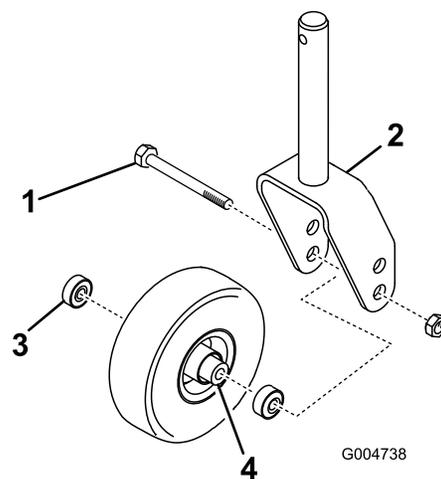
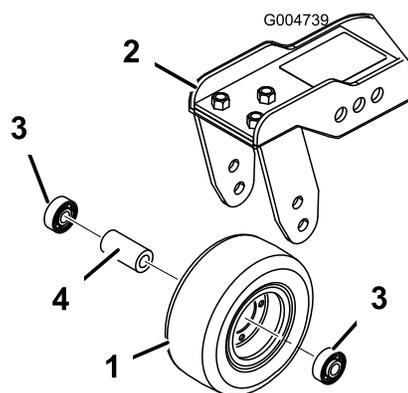

Figura 83
Figura 84
1. Togliete il dado di bloccaggio dal bullone che fissa il gruppo ruota orientabile alla forcella (Figura 83) o al braccio di rotazione (Figura 84).
2. Togliete il cuscinetto dal mozzo della ruota e lasciate cadere il distanziale del cuscinetto (Figura 83 e Figura 84).